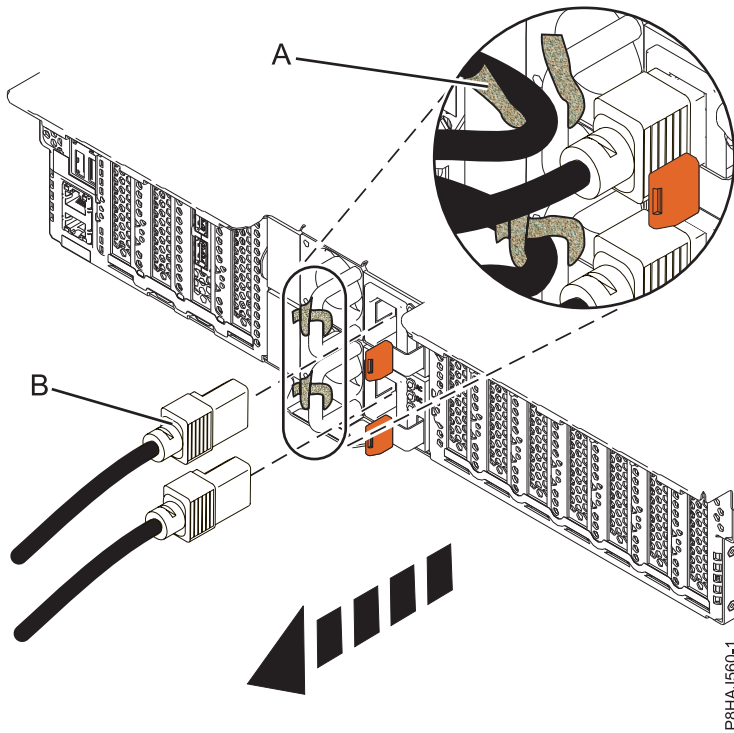
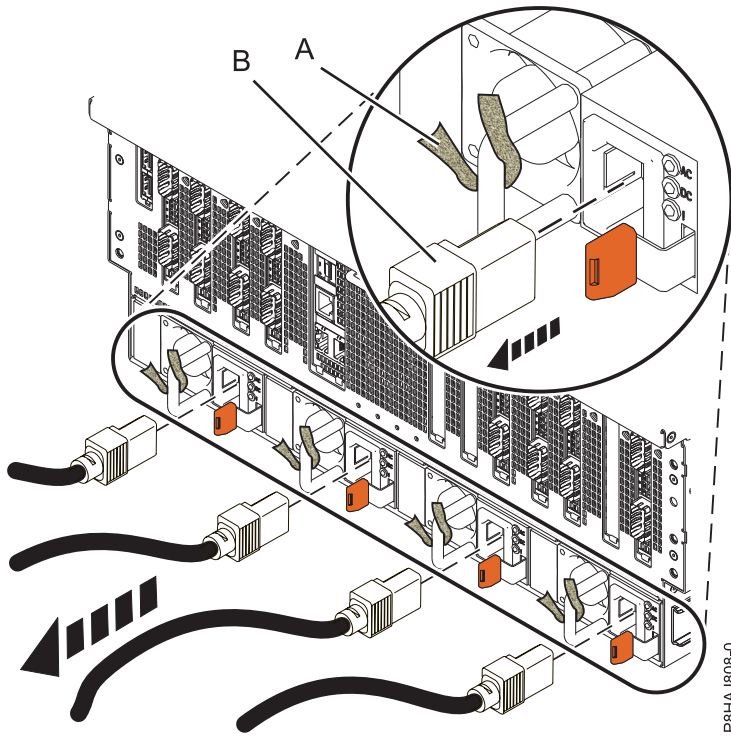

Figure 38. Retrait des cordons d'alimentation d'un système 5148-21L, 5148-22L, 8247-21L, 8247-22L, 8284-21A, ou 8284-22A
Figure 39. Retrait des cordons d'alimentation d'un système 8408-44E ou 8408-E8E
3. Débranchez les cordons d'alimentation **(B)** de l'unité centrale. Voir les figures figure 37, à la page 55, figure 38, à la page 55 ou figure 39, à la page 56 selon le type de votre système.